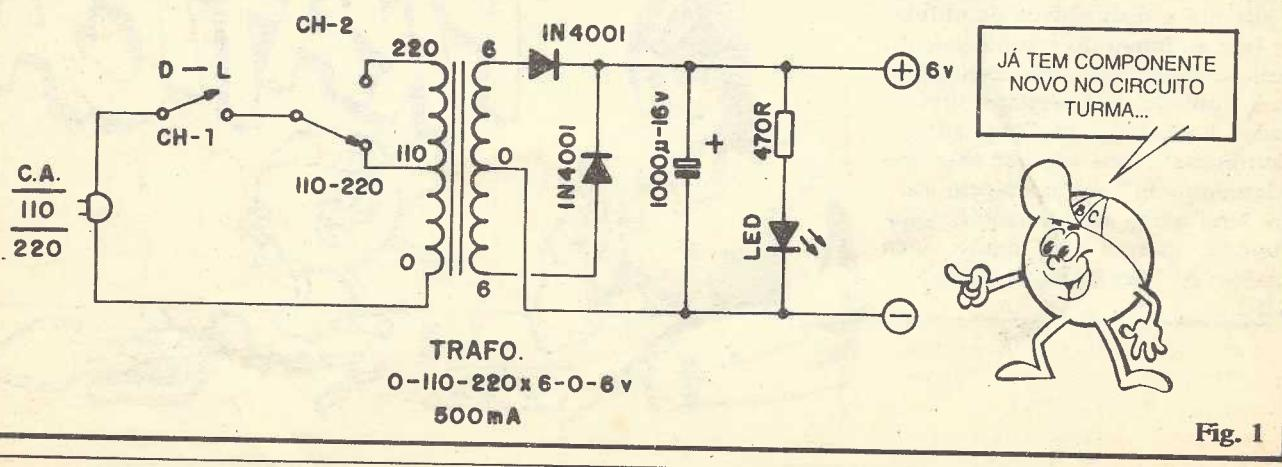
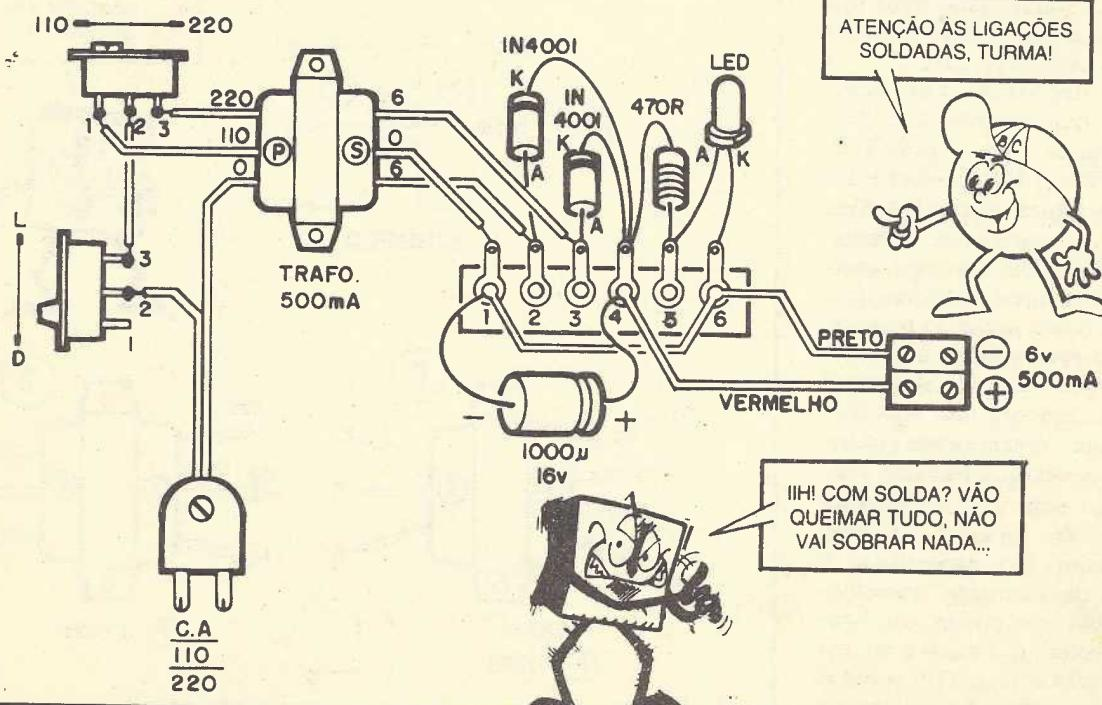

Fig. 1
Fig. 5
- FIG. 1 - Esquema do circuito da FONTE DE ALIMENTAÇÃO. O Leitor/Aluno (que acompanha ABC desde a primeira Revista/Aula) já sabe que um esquema nada mais é do que um "mapa" ou representação simbólica, estilizada, dos componentes e suas in-
FIG. 5 - Chapeado da montagem da FONTE DE ALIMENTAÇÃO. Conforme o Leitor/Aluno já sabe, chamamos de **chapeado** à representação da montagem em "vista real" ou estilizada, com todas as peças, componentes e interligações surgindo em **aparencia**, e não em símbolo (como ocorre nos esquemas - ver fig. 1...). Notar que a FONTE DE ALIMENTAÇÃO (por tratar-se de uma montagem **definitiva** e que deve apresentar certa robustez para intenso uso...) é implementada no sistema **soldado**, usando como substrato uma "ponte de terminais" (barra de material isolante